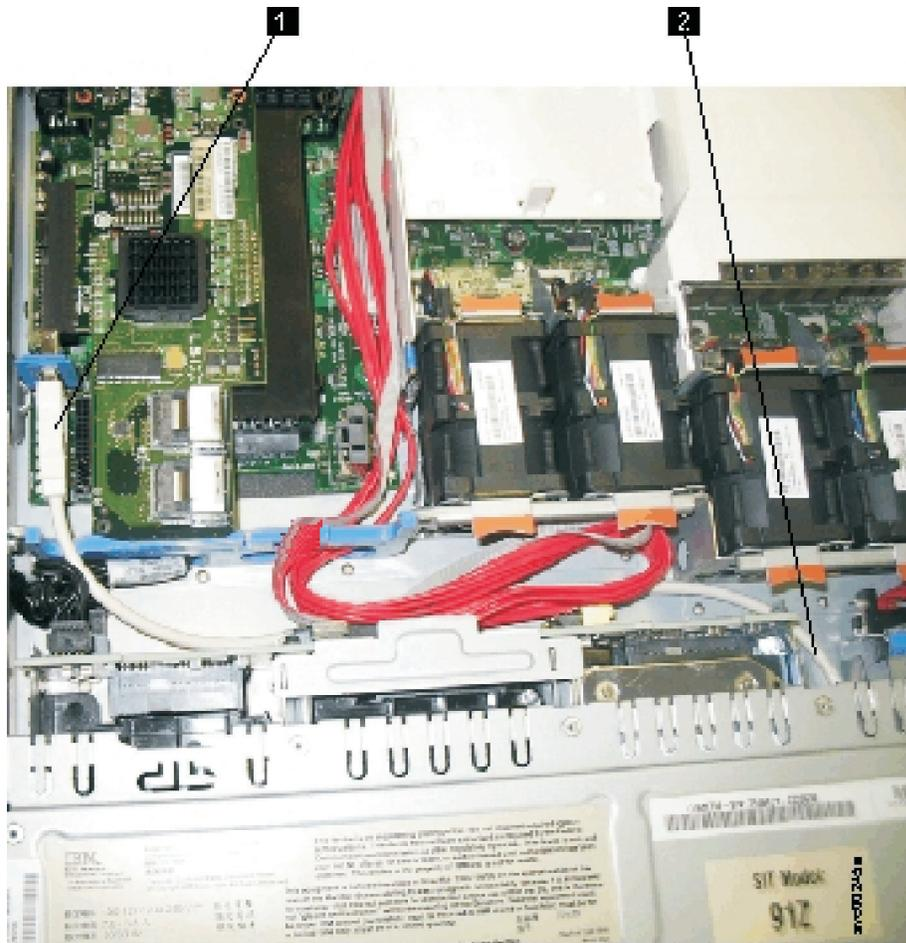

図 80. SAN ボリューム・コントローラー 2145-CF8 のディスク・コントローラーと USB ライザー・カードに接続された USB サービス・コントローラー・ケーブル
- b. SAN ボリューム・コントローラー 2145-CF8 の左側で USB コネクター (106 ページの図 80 の **1**) を見つけます。
a. ケーブルを再取り付けするには、USB ケーブルをディスク・ドライブ・ベイ 5 に慎重に通し、ケーブルの大きい方のコネクタを USB ライザー・カード上の USB コネクタ（106 ページの図 80 の **1**）に配線します。